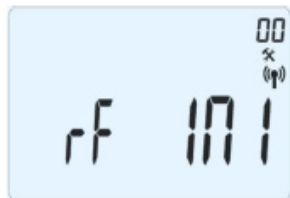

Fig. 7
- 2) *premere per 5 secondi il tasto (▶) sul controllo remoto (Fig. 6). Trascorso tale tempo, sullo schermo del controllo remoto apparirà la scritta "rF INI", come in Fig. 7.*